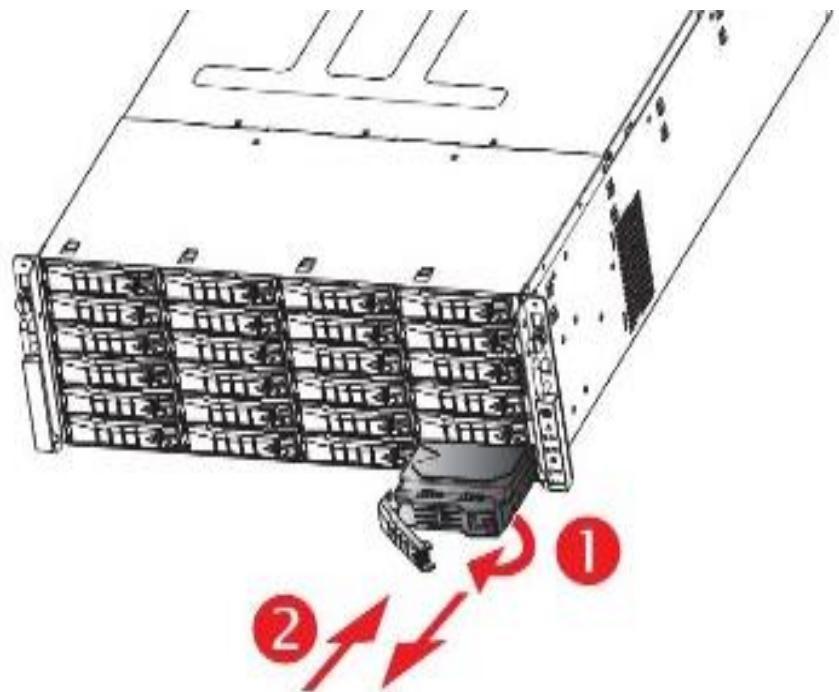

**Рисунок 141 – Схема корректной установки вентилятора**
**Внимание!** Поток воздуха из вентилятора радиатора должен быть направлен в сторону задней части шасси (см. Рисунок 141). Если один из радиаторов установлен в неправильном направлении, пожалуйста, снимите его и установите так, чтобы он был ориентирован в правильном направлении.
Вытяните модуль вентилятора по направляющим из корпуса (см. Рисунок 141).